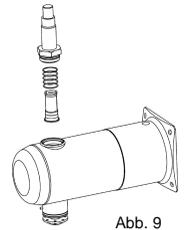

Abb. 9
- (Sofern vorhanden) Schrauben Sie mit einem Schraubenschlüssel die obere Abschlusseinheit ab und entnehmen Sie die Feder und den Magnetkern (Abb. 9).